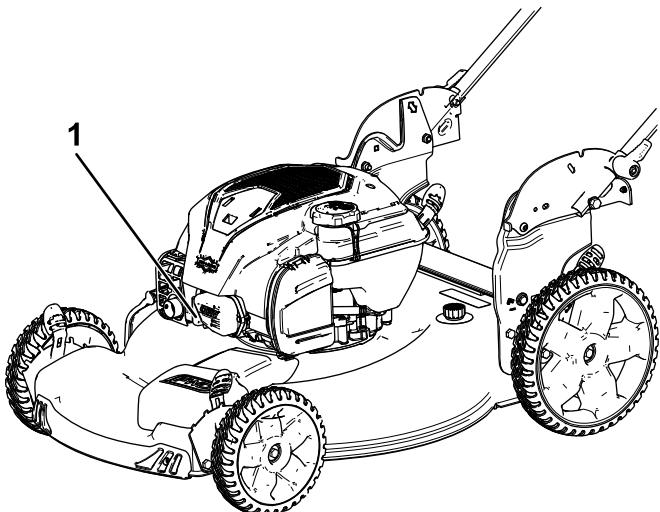

Figura 24
- Scollegate il cappellotto dalla candela (Figura 24).